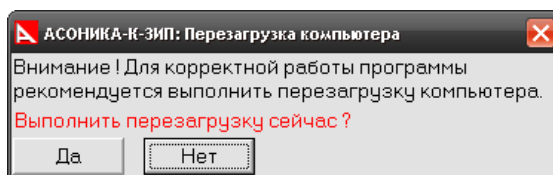

Рис. 3.7 Окно перезагрузки
- При первом запуске Система предложит перезагрузить компьютер (см. рис. 3.7). Это действие является не обязательным и проводится по Вашему личному усмотрению.